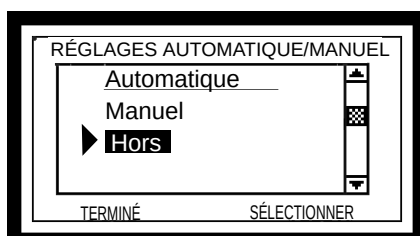

Figure 26.1
1. Réglez le thermostat mural pour afficher « OFF » sur l'écran AUTOMATIC/MANUAL SETTINGS et attendez que l'insert se refroidisse (**figure 26.1**). Attendez que le ventilateur de tirage s'arrête avant de débrancher l'insert pour une maintenance.